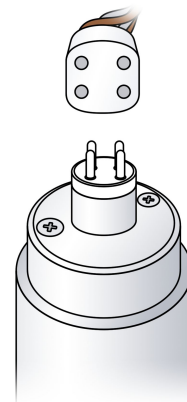

Abb. 3
- Entfernen Sie die seitliche Abdeckung (drehen Sie die Schraube um 90° im oder gegen den Uhrzeigersinn). (Abb. 3)
- SCHLIESSEN Sie den Lampenstecker an das Ende der UV-Lampe an und achten Sie dabei darauf, dass der Stecker korrekt mit den Stiften ausgerichtet ist. (siehe Abb. 3 auf der vorherigen Seite)